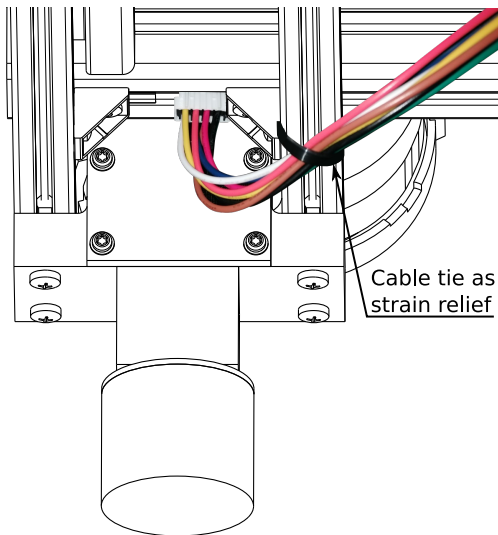

Figura 36: Una brida para cables sujeta firmemente el cable cerca de su conector. El cable está fijado en su lugar, reduciendo el desgaste en el conector.
**Es absolutamente vital sujetar cada cable a un punto fijo cerca de su conector.** Un buen ejemplo es usar bridas para cables envueltas alrededor de un perfil de aluminio. Consulta la Figura 36 abajo.
- en el cable Molex cuando se conecta a los actuadores (ver Figura 36,)